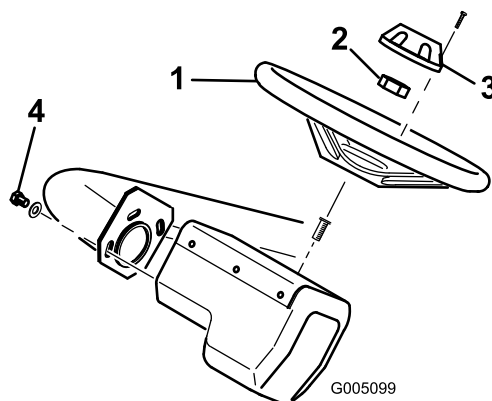

図 7
1. ハンドルをシャフトにはめ込み、ジャムナットで固定する (図 7)。43 Nm (4.4 kg.m) にトルク締めする。
2. ハンドルにキャップをはめ込み、ネジで固定する (図 7)。
**注** オペレータの体格や好みに合わせてハンドルの位置を調整することができます；3本の取り付けネジをはずし、適当な高さにハンドルを調整してネジを元通りに締めてください (図 7)。